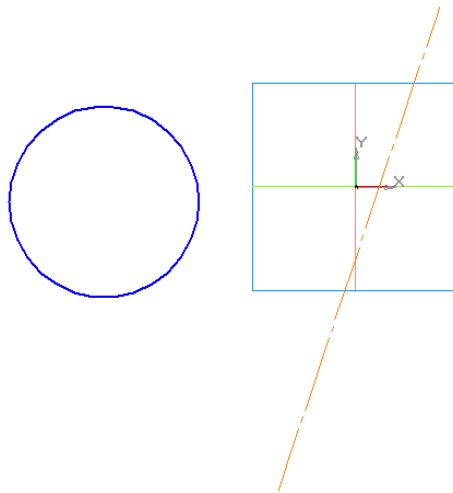

Рис. 3.14. Подготовка эскиза для создания тела вращения Тор.
3.6. Проведите отрезок осевой линии так, чтобы он не пересекал образующую (рис. 3.14).